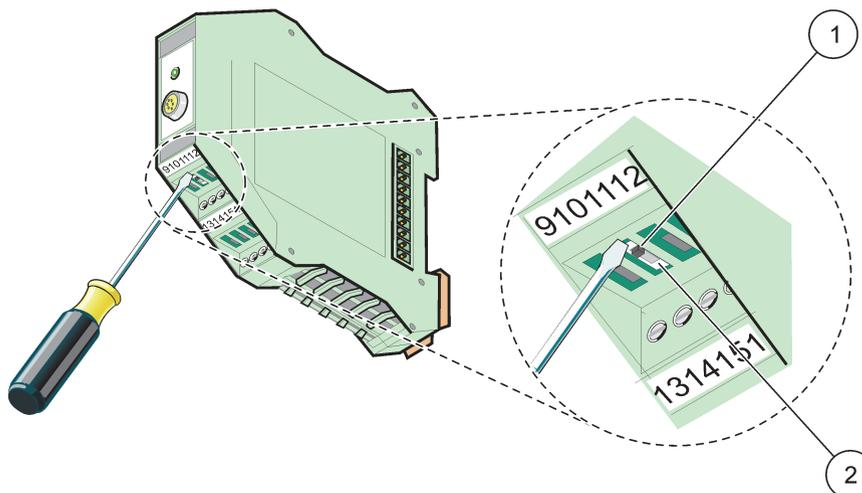

Figura 75 Commutazione della terminazione di rete
1. Disattivare il commutatore (terminazione di rete) nel modulo (Figura 75).